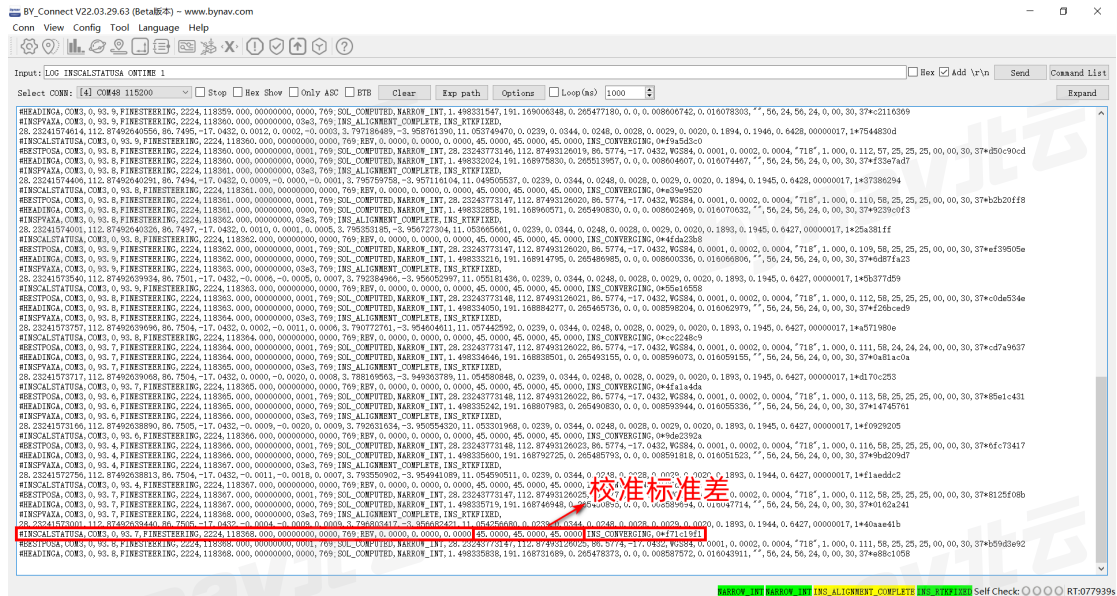

图 8-1 校准状态指示位
- 选择一条可掉头的开阔长直道, 完成若干次直线行驶和掉头操作, 直到 BY\_Connect 软件右下角指示标志全部变为绿色。指示标志如图 8-1 所示, 其中第三项尚未变绿, 变绿之后内部字样将变为: INS\_SOLUTION\_GOOD。
以上，观察 INSCALSTATUSA 语句中三个校准标准差值，如图 8-1 所示。